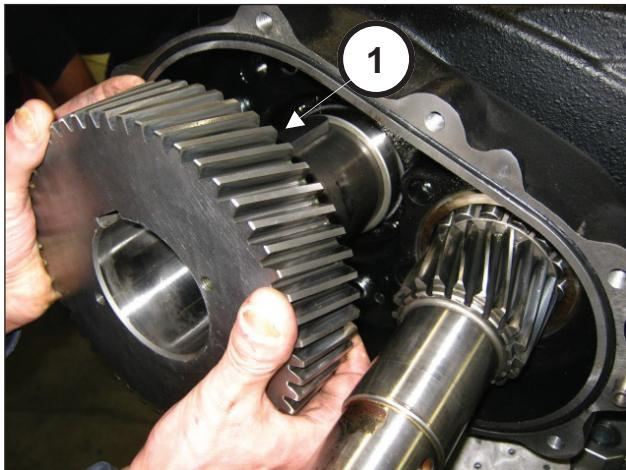

图 66
将冠齿轮插在轴上 (①, 图 66) 中, 并通过使用一个锤子敲击, 直至到底 (①, 图 67)。